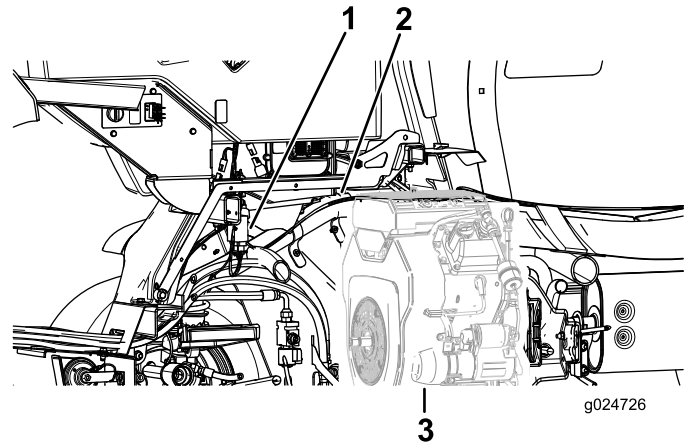

図 35
1. ワイヤハーネスのうち、テールライトのコードを、フラッシュモジュールから車両後部へ、右側フレームチューブ沿いフレームチューブとエンジンの間に敷設する(図35)。